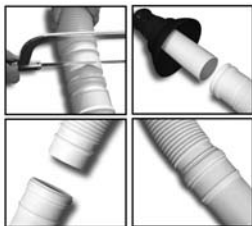

Fig. 3
- Il tubo flessibile Plast'in, venduto in rotoli, può essere tagliato in corrispondenza dei giunti come mostrato in fig. 3.